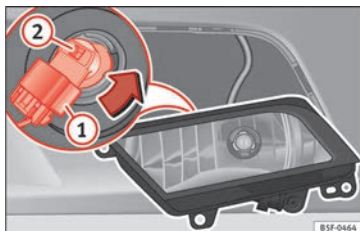

Fig. 104 Faro antiniebla.
- Extraiga el conector » **fig. 104** ① de la lámpara.
- Gire el portalámparas » **fig. 104** ② hacia la izquierda y tire.